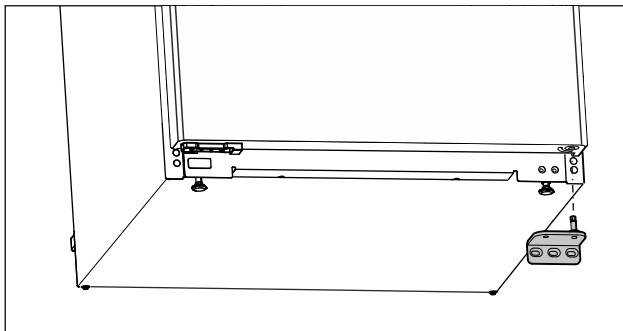

Fig. 15
- ▶ Снимите опорный кронштейн движением вниз. (см. Fig. 15)